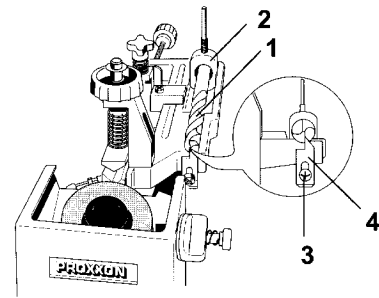

Fig. 5
2. Bohrer 1 (Fig. 5) mit Klemmeisen 2 in das Positionierprisma einlegen, bis zum Anschlag nach vorne schieben und, wie im Fig. 5 gezeigt, ausrichten (Schneiden senkrecht).
Der Freiwinkel wird grundsätzlich durch die Positionierung im Klemmeisen (Fig. 5) eingestellt. Die Freiwinkelstellung ist werkseitig auf die Bohrerdurchmesser 3 bis 13 mm eingestellt und sollte nur in Extremfällen verstellt werden.